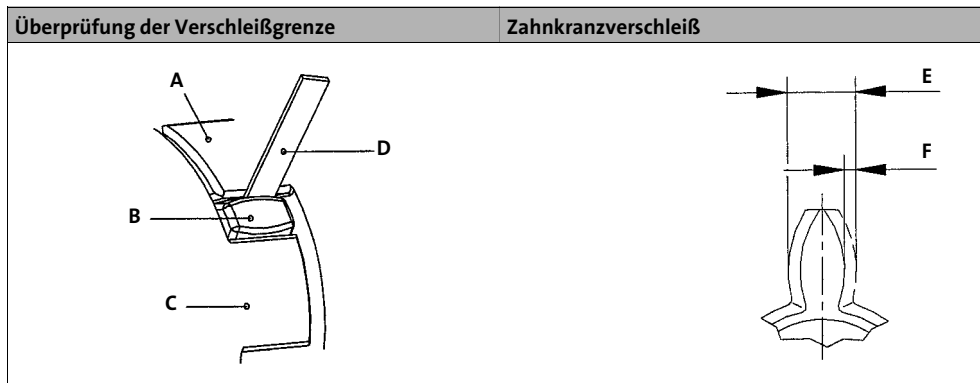

Abb. 5 Überprüfung: Verschleiß
2. Das Spiel zwischen Kupplungsnocken und elastischen Zahnkranz mit einer Fühlerlehre prüfen (Abb. 5).